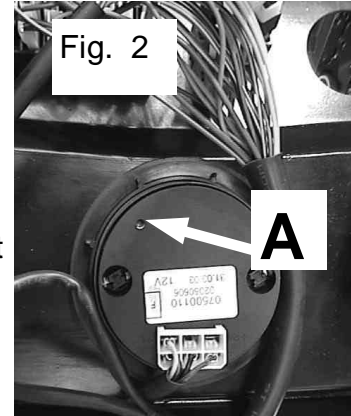
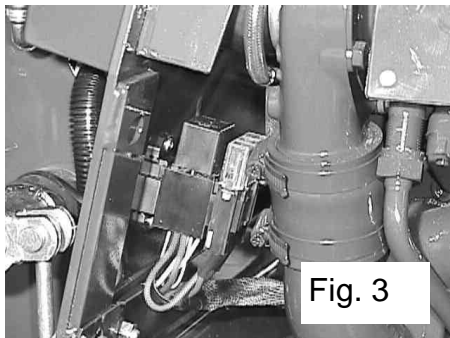
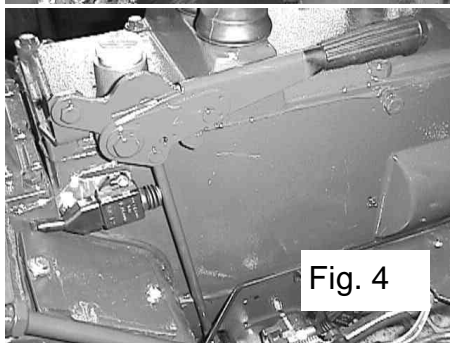
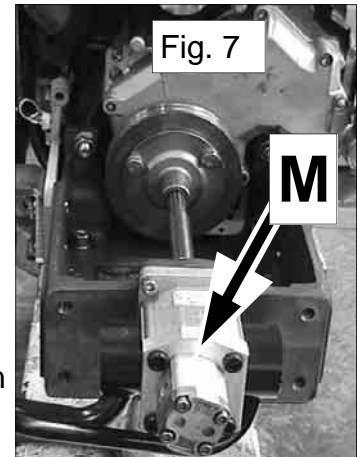

Fig. 2
Fig. 3
Fig. 4
Fig. 7
L'excitation correcte des deux électrovannes peut être vérifiée au moyen d'un tournevis posé au sommet des bobines. Le magnétisme indique le fonctionnement de l'appareillage électrique. La fig. 2 montre le côté arrière de l'indicateur de tours et la lettre **A** identifie la vis de réglage du compte-tours.
Dans la fig. 3 on voit la mise en place sur le tracteur du fusible général et du relais qui commande l'allumage du moteur.
La validation provenant de ces deux interrupteurs (contacts intérieurs pour celui sur la pédale d'embrayage ; contacts extérieurs pour celui de la prise de force) arrive au relais qui met directement en contact le +30 avec la soupape solénoïde du démarreur (voir schéma). La fig. 4 montre l'interrupteur qui allume le témoin du frein de stationnement sur le tableau de bord. Il est important que le réglage de l'interrupteur soit correct.
La fig. 7 montre la position sur le tracteur de la centrale de préchauffage des bougies.
Les fig. 4 et 5 montrent les éléments distinctifs du circuit hydraulique de commande des freins et des embrayages de direction. L'huile provenant de la pompe hydraulique des services, indiquée par 1 dans la fig. 2, est envoyée à l'accumulateur 4 en même temps qu'au groupe de commande des embrayages de direction représenté dans la fig. 5 et indiqué par 2 dans la fig. 2, et au groupe des électrovannes des freins indiqué par 3 dans la fig. 2 (visible dans la fig. 4).
L'autre tronçon du circuit hydraulique est représenté dans la fig. 2 et il dessert les embrayages de direction et les freins. Il est alimenté par le réservoir auxiliaire visible dans la fig. 3 qui contient de l'huile hydraulique. Même dans ce cas, l'huile sous pression est fournie par une pompe à engrenages montée en tandem avec la précédente; elles sont toutes les deux rendues solidaires de l'arbre moteur.
- la deuxième fonction exercée par le distributeur, à travers deux microcontacts placés sur les côtés du levier central, est de donner l'impulsion électrique au groupe des électrovannes qui envoie l'huile aux vérins de frein. La pression de tout le circuit hydraulique secondaire (celui qui alimente les embrayages de direction et les freins) est déterminée par la vanne de pression maximum prévue sur le groupe des électrovannes (rep. **K** de la fig. 4). Cette pression doit être au moins de 35 bars. La fig. 7 montre l'emplacement des deux pompes montées en tandem sur le tracteur. La pompe indiquée par la lettre **M** est celle qui alimente le circuit freins-embrayages.